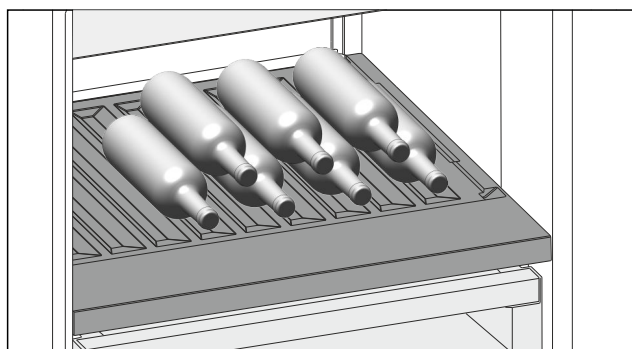

Fig. 193 Immagine a titolo di esempio
- Inserire le bottiglie con il fondo rivolto verso la parte posteriore. (vedere Fig. 193)